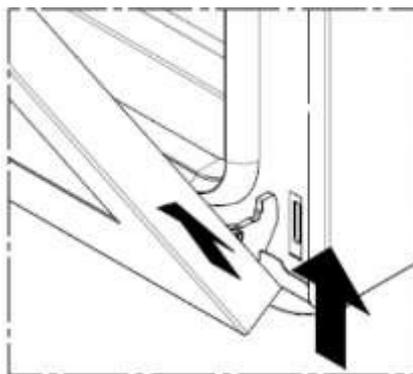

fig. 8
- luk langsomt døren indtil den mekaniske "blokering", løft den og fjern den (fig. 8).